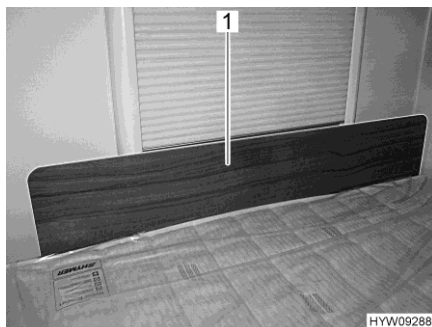

Fig. 75 Pannello di protezione/protezione anticaduta
- Inserire il pannello di protezione (Fig. 75,1) davanti alla finestra, tra il materasso e il telaio della finestra. L'effetto di serraggio del materasso mantiene il pannello di protezione in posizione, davanti al telaio della finestra.